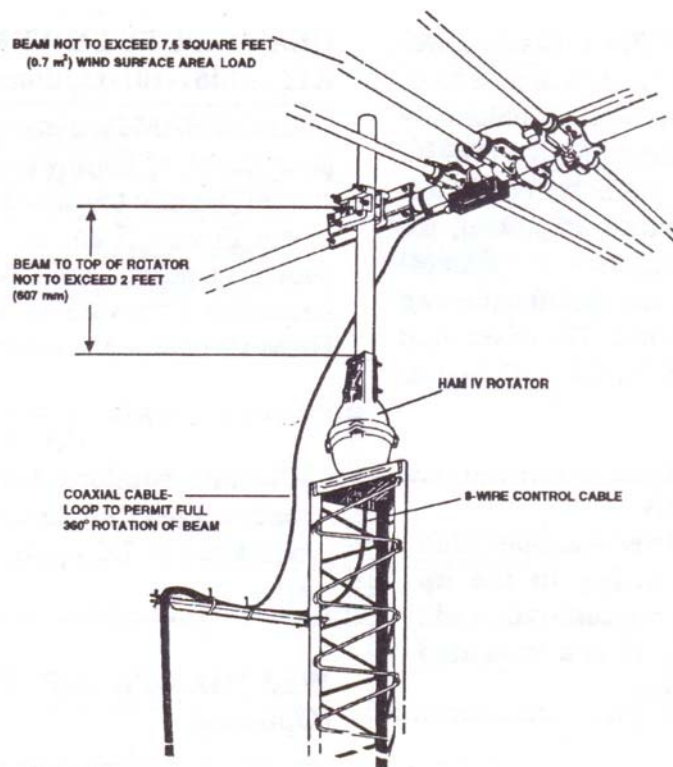

Figure 5
- Quando non viene montato all'interno del traliccio con un cuscinetto reggispinta, come illustrato in Fig. 5 e 6, il rotatore deve essere **A POTENZA RIDOTTA**.
2. Un montaggio "al di fuori" del traliccio (vedi Fig. 5) è opzionale. Il Rotatore non è ben protetto ma l'installazione è più semplice. Con un montaggio esterno al traliccio, il rotatore deve essere declassato a 7,5 piedi quadrati.
Riferendoci alle Fig. 5, 6 e 7 un montaggio realizzato fuori del traliccio o su di un palo viene effettuato nello stesso modo eccetto
La dotazione HAM IV è prevista per essere montata sulla piastra di base all'interno del traliccio. Tuttavia, in qualche caso si desidera il montaggio fuori del traliccio o sul mast come illustrato in Fig. 5 e 6..